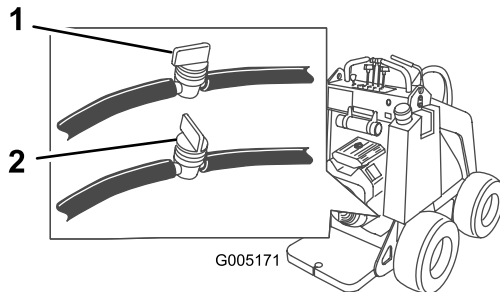

Figure 26
- Fermez le robinet d'arrivée de carburant au bas du réservoir de carburant (Figure 26).
3. Fermez le robinet d'arrivée de carburant dans le flexible situé au bas du réservoir de carburant (Figure 26).
8. Ouvrez le robinet de carburant dans le flexible situé au bas du réservoir de carburant, comme illustré à la Figure 26.